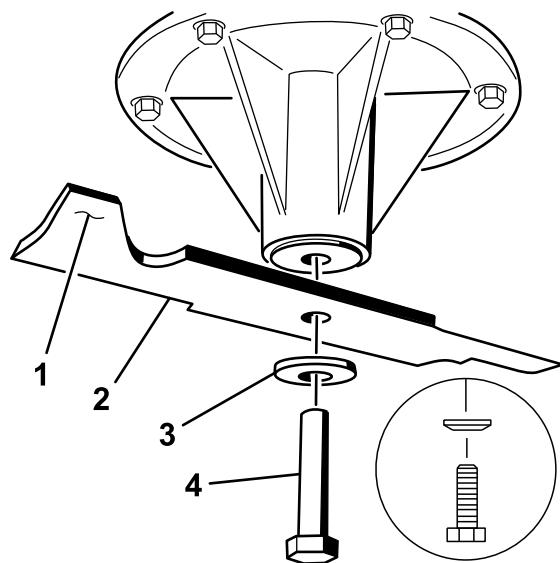

Bild 92
2. Nehmen Sie die linke und mittlere Messerschraube, die Wellenscheibe und das Messer von der Spindelwelle ab (Bild 92).